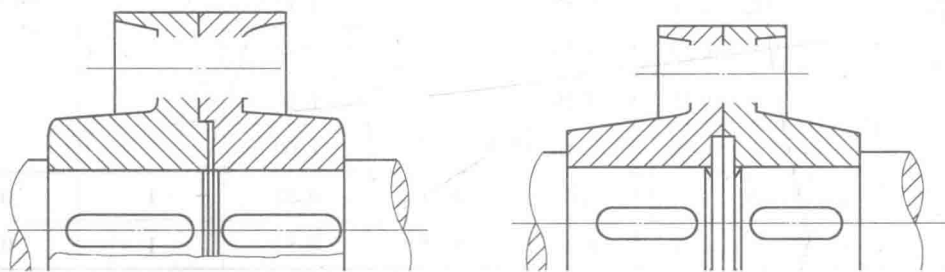

图 10
2. (8 分) 某凸缘联轴器分别采用普通螺栓和铰制孔用螺栓连接两个半联轴器, 试选择螺栓类型补充完成螺栓连接处结构图(图 10)。